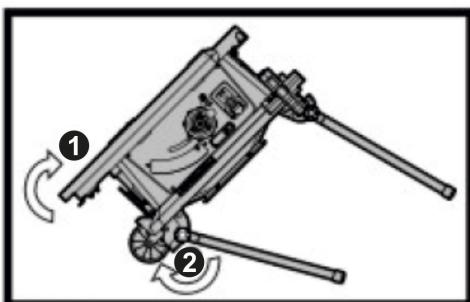

Рис. 3
3. Точно так же разложите левую стойку и зафиксируйте ее (Рис. 3)